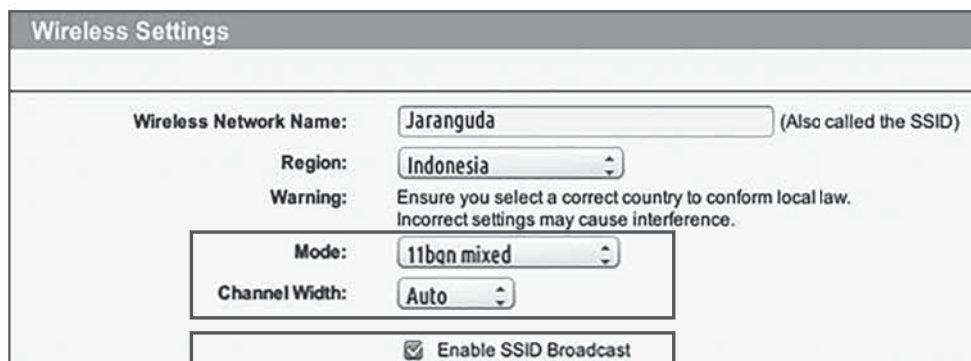

Fig. 1
2. Vergewissern Sie sich, dass der 802.11 WLAN-Modus des Routers **b/g/n gemischt** ist. (Siehe Abb. 1)
3. Vergewissern Sie sich, dass der Routerkanal/die Bandbreite der WLAN-Einstellung auf **Auto oder 20M oder 20M gemischt 40M** gestellt ist. (Siehe Abb. 1)
4. Vergewissern Sie sich, dass die Funktion **SSID-Broadcast aktivieren** des Routers eingeschaltet ist, wenn Sie die Maschine mit der APP verbinden. Und nach der erfolgreichen Verbindung können Sie diese schließen. (Siehe Abb. 1)